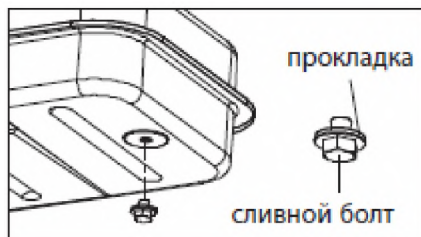

Рис. 9
3. Слейте залитое топливо через сливное отверстие, открутив сливной болт (рис. 9).